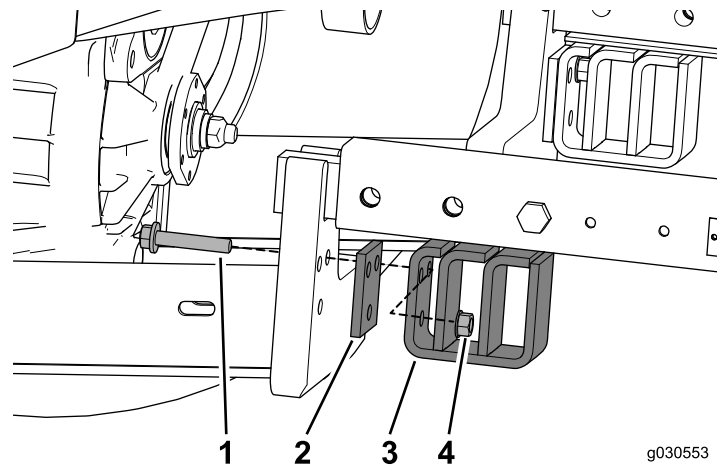

図 13
5. リアクレードルを昇降アームに取り付けるボルト 3/8 x 2 インチ 3本、クレードルスパーサ、フランジナットを使用する 図 13。